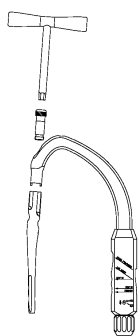

図6
- 5) ネールとターゲットデバイスの取り付け向きを注意し、ネール接続ネジでネール接続ネジ用 T レンチを用いて確実に固定します。 (図6)